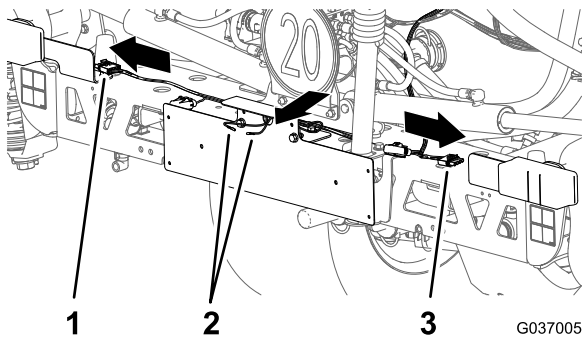

Figura 38
4. Enrute el arnés de cables a la izquierda del caudalímetro y hacia el travesaño del bastidor (Figura 38).
5. Enrute los 2 conectores de bala etiquetados como LUZ DE MATRÍCULA a través del orificio de 25 mm en el soporte de la placa de matrícula (Figura 38).